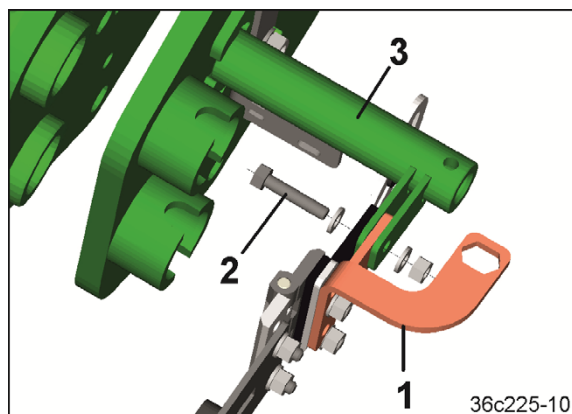

Рис. 112
6. Привинтите консоль (Рис. 112/1) винтом с шестигранной головкой (Рис. 112/2) к креплению (Рис. 112/3).